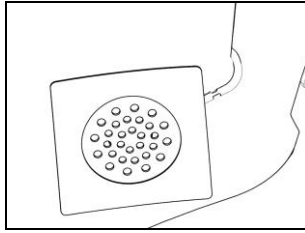

Fig. 39
- Placer le haut-parleur gauche dans le siège de la joue et le fixer en utilisant l'adhésif prévu à cet effet (Fig. 39).